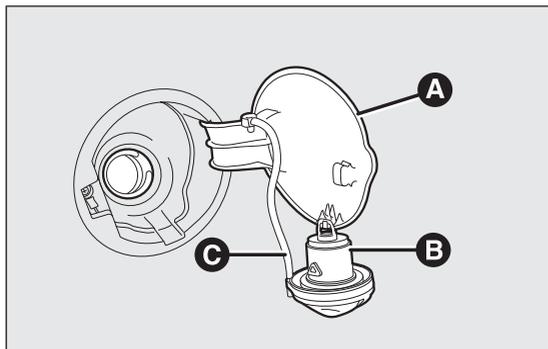

fig. 96
1) Aprire lo sportello A fig. 96 tirandolo verso l'esterno, mantenere il tappo B fig. 96 fermo, inserire la chiave di avviamento nella serratura e ruotarla in senso antiorario.
Il tappo è dotato di un dispositivo antismarrimento C fig. 96 che lo assicura allo sportello rendendolo imperdibile. Durante il rifornimento agganciare il tappo allo sportello, come illustrato in figura.